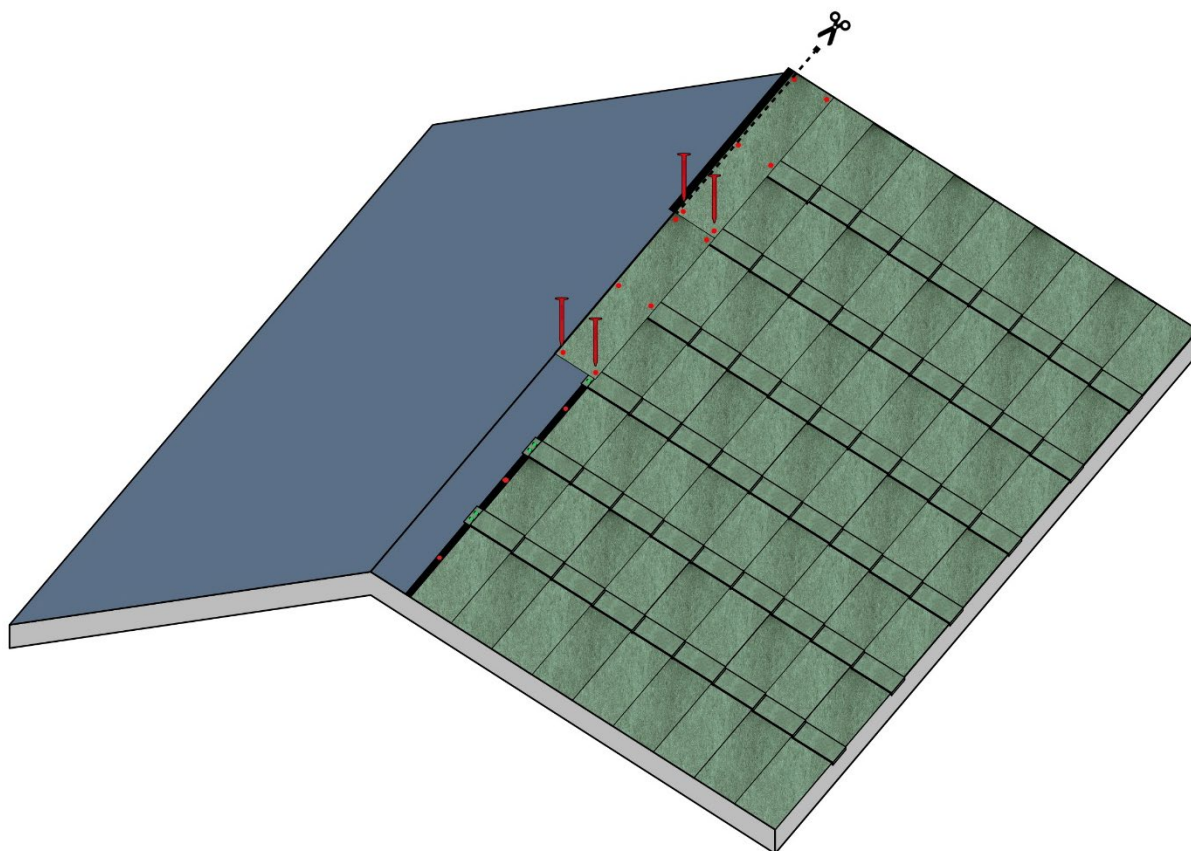

Fig. 12 - Posa delle tegole al colmo
- L'ultima fila di tegole bituminose dovrà sporgere oltre la linea di colmo; la parte eccedente verrà tagliata in corrispondenza della linea di colmo - Fig. 12.